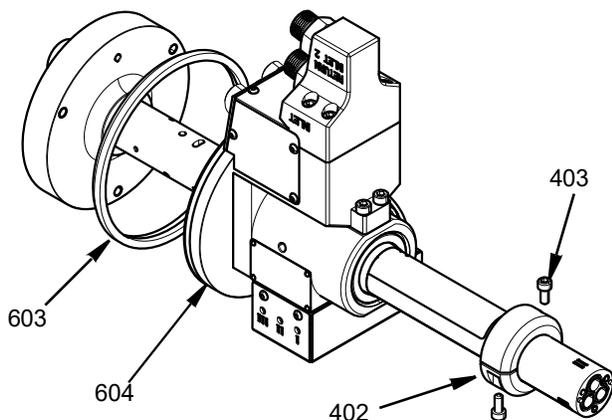

図 25
5. シールリング (603) をベアリングハウジング (604) の外側の溝に置きます。ユニット全体をセントラルボディ (101) の上にスライドし、ベアリングハウジングの面がセントラルボディの面に密接するようにします。ロックリング (401) をセントラルボディの上に滑らせ、2 本の M5 ネジ (403) を締め付けます。57.5 in-lbs (6.5 N•m) のトルクで締めます。以下を参照してください：図 25 を参照ください。